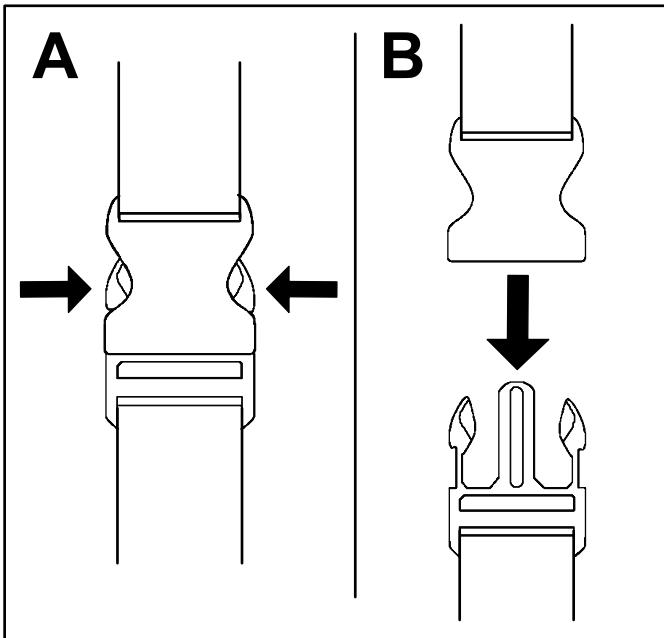

Bild 13
1. Beiden Seiten der Schnellverschluss schnalle eindrücken (A in Bild 13).
2. Lassen Sie die Schnellverschlusschnalle sich lösen (B in Bild 13).